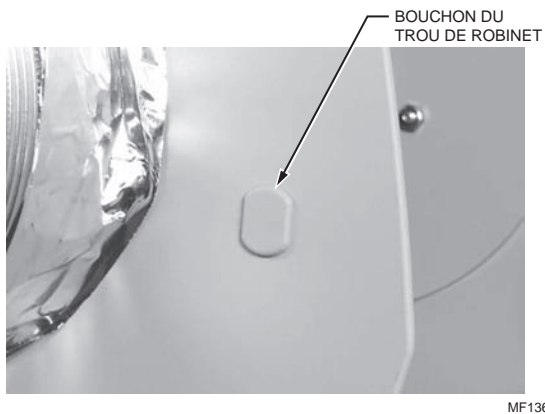

Fig. 26. Installation du bouchon de trou de robinet.
7. Insérer le bouchon de trou de robinet dans l'orifice en D, du côté opposé au robinet à flotteur. Voir la figure 26.